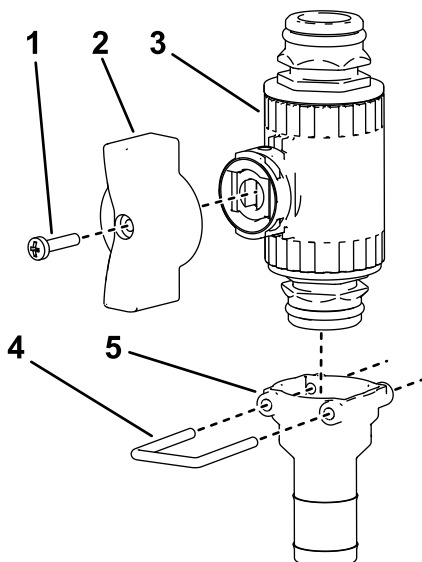

Figura 36
5. Montai mânerul fluture verde la nivelul unei supape de control drepte **Figura 36**.